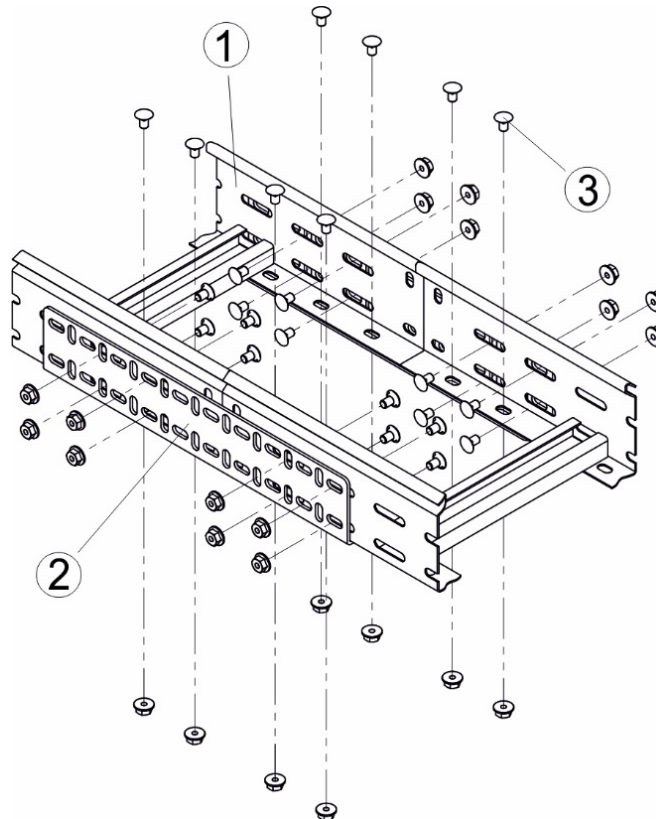

Рисунок 31
7.2.1 Свести торцы соединяемых лотков позиция 1 (рисунок 31).